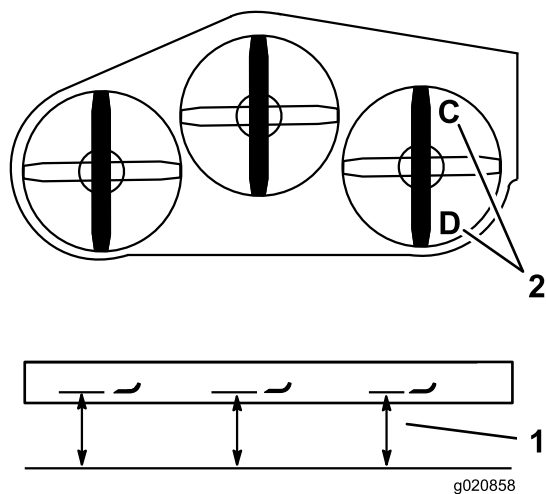

Figure 84
1. Tournez la lame droite dans le sens longitudinal (Figure 84).
2. Mesurez et notez la distance au point **C** entre la surface plane et le tranchant de la pointe de la lame droite (Figure 84).
3. Mesurez et notez la distance au point **D** entre la surface plane et le tranchant de la pointe de la lame droite (Figure 84).
Remarque: La lame doit être plus basse de 6 à 10 mm au point **C** qu'au point **D** (Figure 84). Si ce n'est pas le cas, passez aux opérations suivantes.